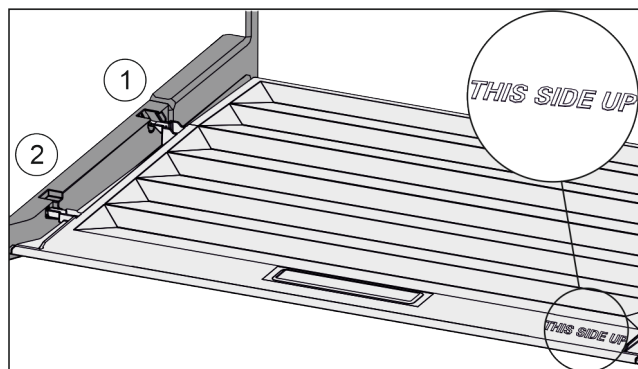

Fig. 120
- Inserire le nervature del coperchio attraverso l'apertura del supporto posteriore Fig. 120 (1) e innestare anteriormente nel supporto Fig. 120 (2).